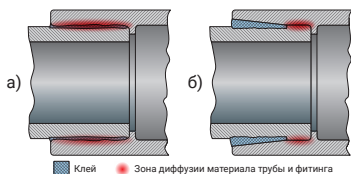

Рис. 4. Особенности склеивания фитингов с параллельным (а) и с коническим (б) раструбом
Необходимо нанести клей в количестве, достаточном для заполнения части шва, где находится наибольший зазор между склеиваемыми поверхностями (см. Рис. 4). Это особенно важно помнить при монтаже фитингов с раструбом. Помимо заполнения зазора, соответствующие слои клея будут проникать в поверхности и оставаться влажными до тех пор, пока соединение не будет собрано.
6. Перед нанесением грунтовки и/или клея проверьте трубу и фитинги на «сухую посадку». Труба должна проходить свободно через фитинг до упора. Для конических раструбов труба должна входить примерно на  $\frac{1}{3}$ ... $\frac{2}{3}$  глубины раструба. Слишком плотная посадка нежелательна; вы должны иметь возможность во время склейки вставить трубу в раструб фитинга до ограничителя (см. Рис. 4, стр. 3). Измерьте глубину раструба фитинга и отметьте это расстояние на трубе. Чтобы убедиться, что фитинг полностью будет вставлен, добавьте два сантиметра к этому расстоянию и сделайте вторую отметку на трубе, так как грунтовка и клей уничтожат первую отметку.
7. Перед нанесением грунтовки и/или клея проверьте трубу и фитинги на «сухую посадку». Труба должна проходить свободно через фитинг до упора. Для конических раструбов труба должна входить примерно на  $\frac{1}{3}$ ... $\frac{2}{3}$  глубины раструба. Слишком плотная посадка нежелательна; вы должны иметь возможность во время склейки вставить трубу в раструб фитинга до ограничителя (см. Рис. 4, стр. 3). Измерьте глубину раструба фитинга и отметьте это расстояние на трубе. Чтобы убедиться, что фитинг полностью будет вставлен, добавьте два сантиметра к этому расстоянию и сделайте вторую отметку на трубе, так как грунтовка и клей уничтожат первую отметку.